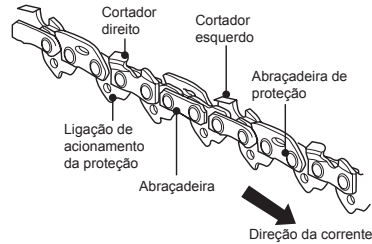

Fig. 44
2. A diferença de altura entre o dente e o rebordo é a profundidade de corte. Quando afiar a corrente (3), tem de ter em consideração os seguintes pontos (Fig. 44).